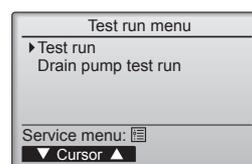

Fig. 7-4
④ Selezionare "Test run" (Prova di funzionamento) con il pulsante [F1] o [F2], quindi premere il pulsante . (Fig. 7-4)